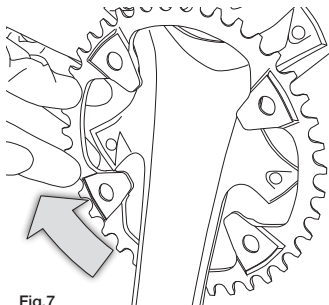

Fig.7
- Faites tourner le plateau pour pouvoir le retirer du pédalier en faisant attention à ne pas rayer le pédalier (Fig. 7).